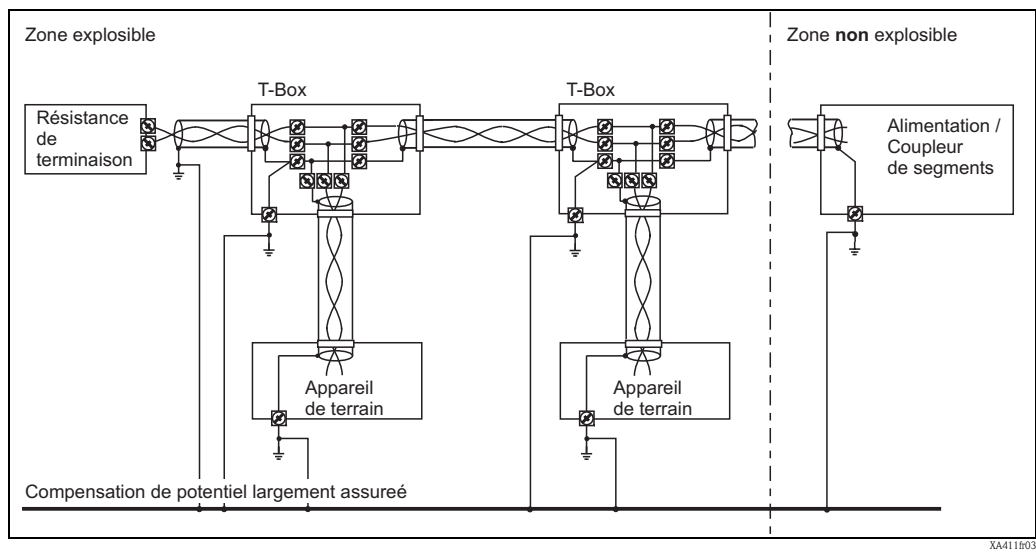
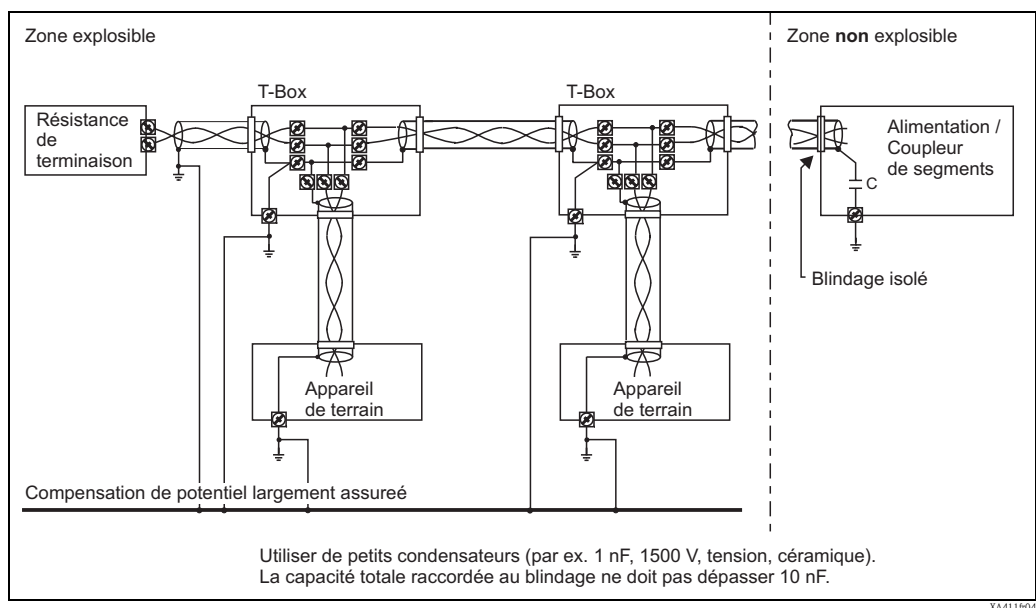

Fig. 4
Fig. 5
- Mise à la terre du blindage voir fig. 4 ou fig. 5.